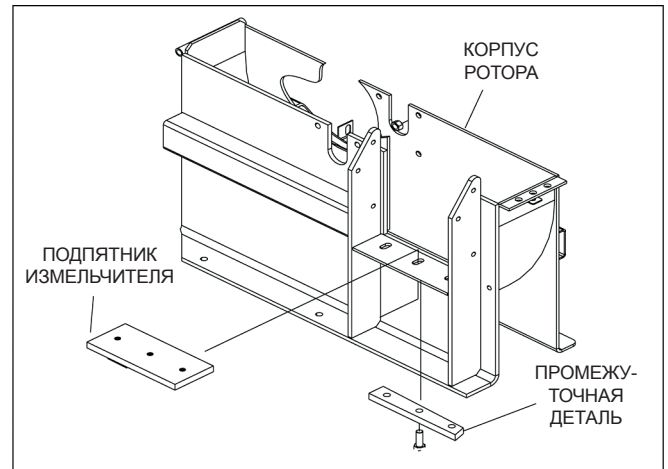

Рис. 5.2. Расположение измельчительного подпятника
2. Заточка угловой кромки измельчающих лезвий составляет 45 градусов (рис. 5.2). Имеется различная оснастка для удерживания лезвия под нужным углом при заточке.